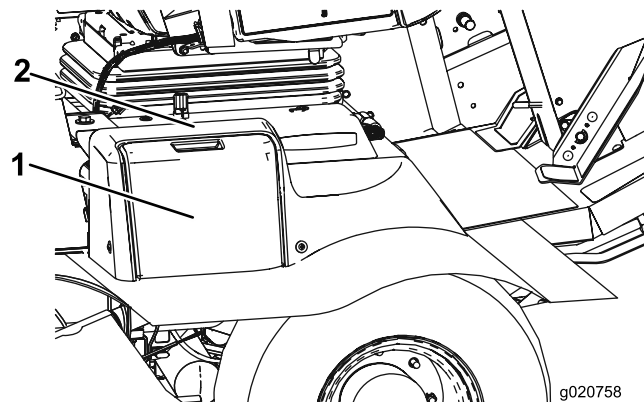

Figure 51
1. Ouvrez le couvercle de la batterie sur le côté du carénage (Figure 51).
Remarque: Appuyez sur la surface plate au-dessus du couvercle de batterie pour faciliter la dépose du couvercle (Figure 51).